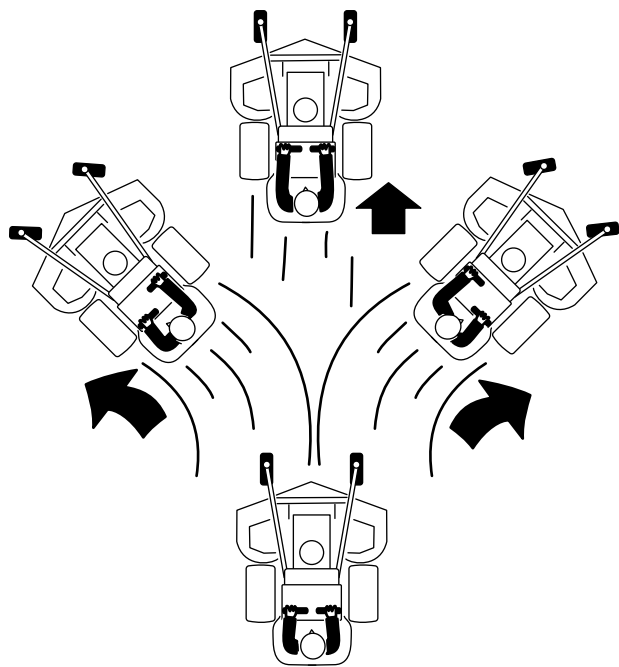

Bild 20
3. Schieben Sie die Fahrtriebshebel langsam nach vorne (**Bild 20**).